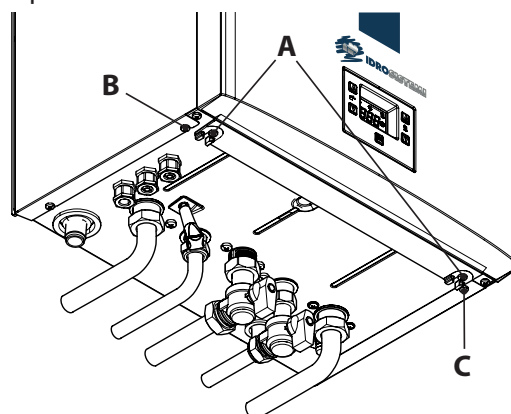
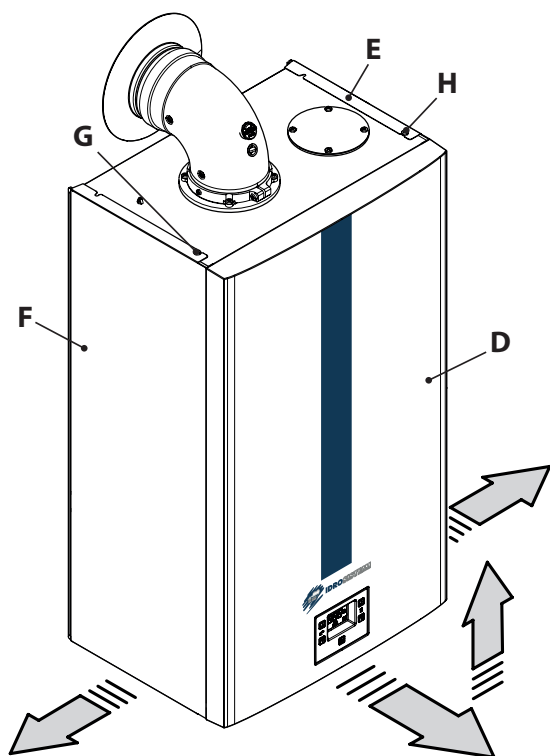

Figura 9.7
Figura 9.8
- Svitare le viti **A** e rimuovere il pannello frontale **D** tirandolo a sé e quindi spingendolo verso l'alto in modo da liberarlo dalle sedi superiori (Figura 9.7 e Figura 9.8).
Allentare le viti **B, C, G e H** in Figura 9.7 e togliere i due pannelli laterali **E e F** tirandoli verso l'esterno.